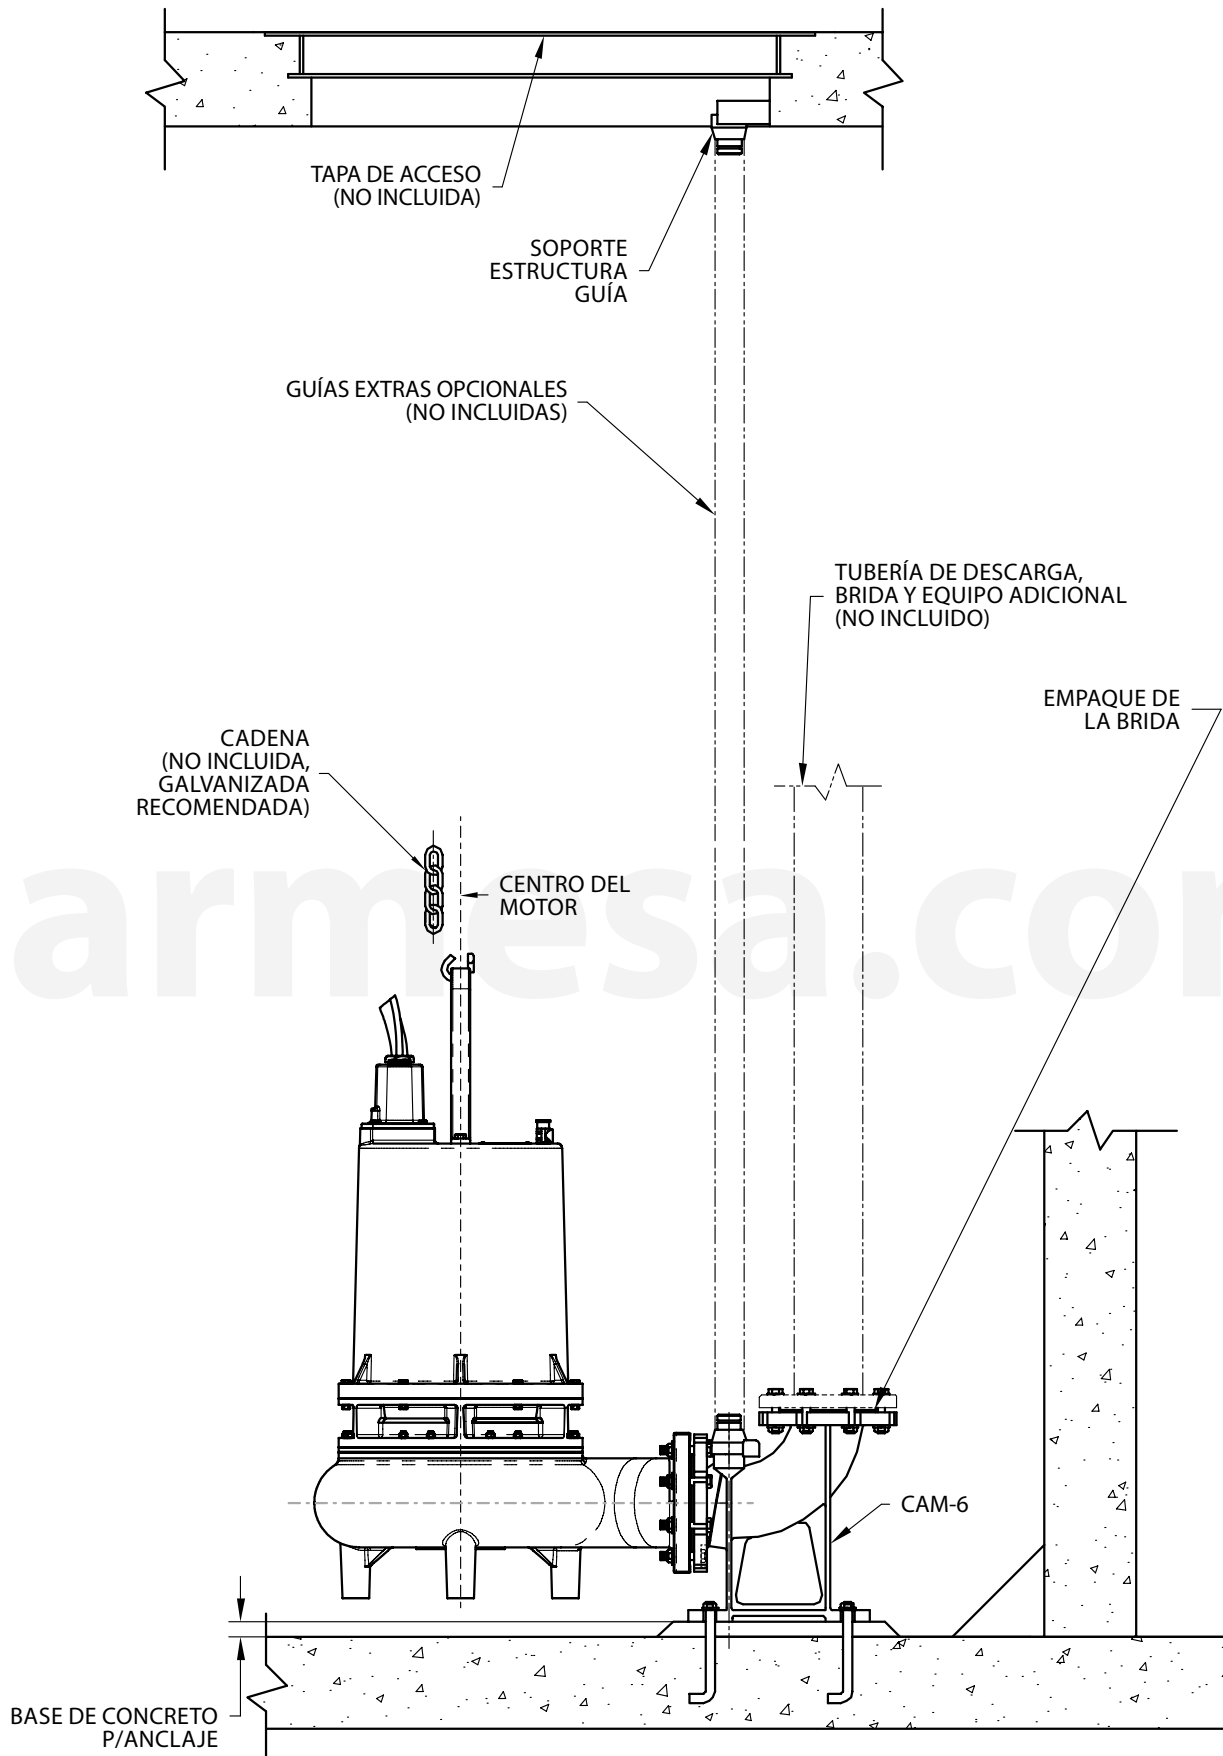

Figura 6
**Instalación de la bomba al codo de acoplamiento móvil** (vea la figura 6) - Estas instrucciones aplican para todas las bombas Barmesa con una brida horizontal de 125 lbs (56.6 kg) en la voluta. Todas las partes CAM estándar y que no produzcan chispas son las mismas excepto por el ensamble movible. El ensamble CAM-6 estándar utiliza un acoplamiento móvil de hierro gris.